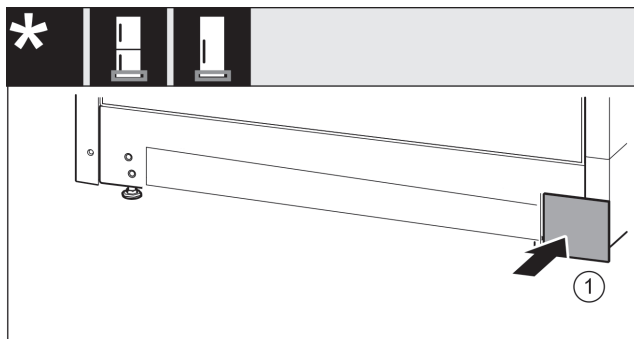

Fig. 23
- ▶ Riapplicare la copertura Fig. 23 (1) sull'altro lato.